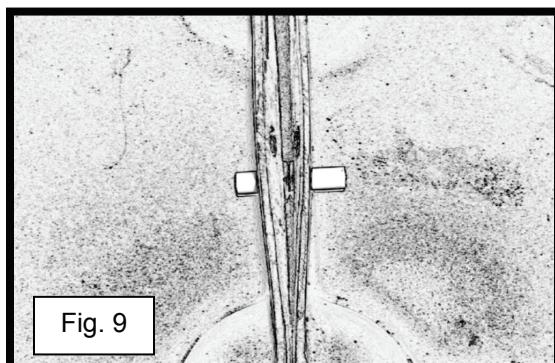

Fig. 9
- 8) Une fois le tube inséré dans les deux rondelles, s'assurer que le tube est centré approximativement entre les deux dispositifs d'accumulation (consulter la fig. 9).